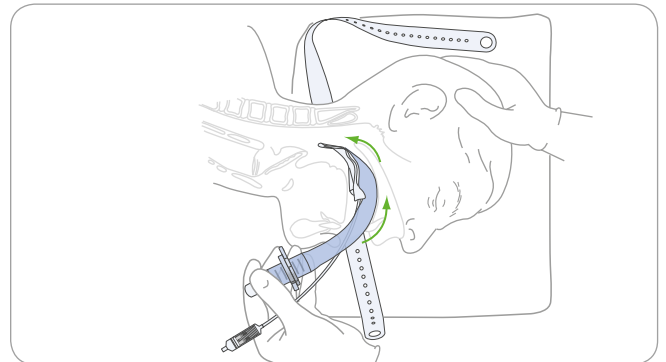

図 11.硬口蓋および軟口蓋の湾曲面に押し当てながら、装置を円を描くように内部へスライドさせます。
9. 図 11 に示すように、わずかに対角線アプローチ（先端を中心線から遠ざける方向に向ける）をとり、内側にスライドさせます。